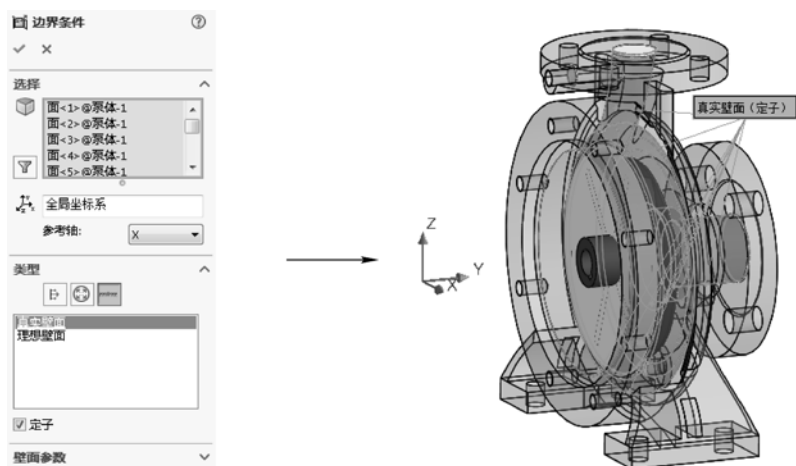

图 12-35 设置定子真实壁面
STEP 6 再次执行添加边界条件操作，设置模型内部除叶轮表面外的其余所有面为“真实壁面”，并选中“定子”复选框，单击“确定”按钮继续，如图 12-35 所示（因为在向导中设置了整体旋转，此处操作是设置机器运行时不动的部分）。